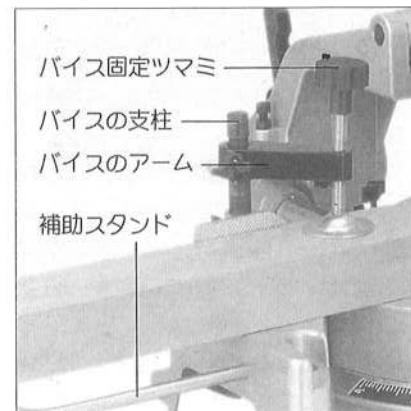

図15
■たてバイスの使用方法（図15参照）
①バイスの支柱をベースに差し込み、固定ネジで固定してください。
②バイスの支柱にアームを差し込み、固定ネジで固定してください。
③材料の厚さに合わせてアームの高さを決め、調整ネジで確実に固定してください。